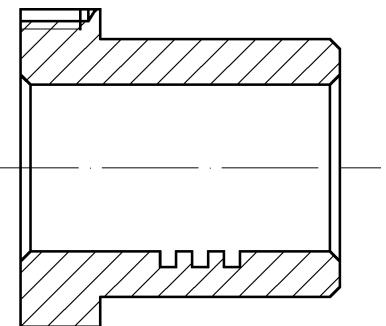

图 11-40 绘制剖面线示例
4) 绘制剖面线。进入“剖面线”图层，选择“绘图”面板→“图案填充”命令，打开“图案填充创建”选项卡，选择“图案”面板中的“ANSI31”选项，比例设置为“1.5”，角度为“0”，单击“边界”面板中的“拾取点”按钮 图 ，在绘图区界面单击各剖面区域，按〈Enter〉键，填充结果如图11-40所示。